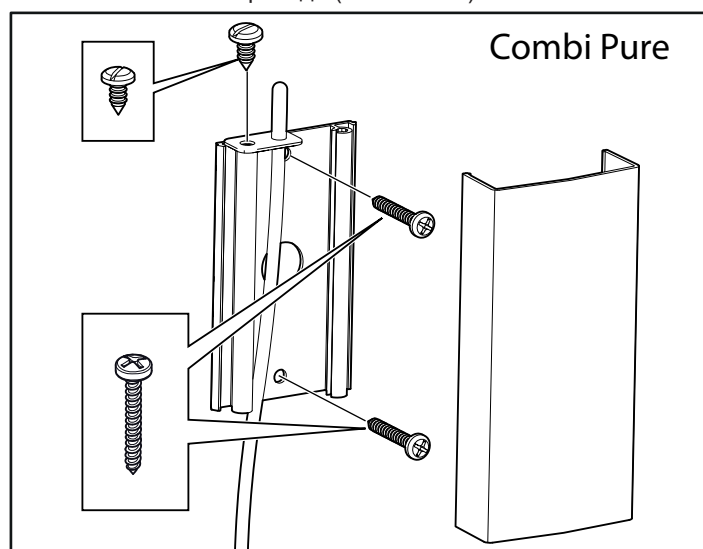

Рисунок 14: Установка датчика - Combi Pure
12. Установите датчик на стене (см. Рис. 14 и 15). Провод термистора также можно провести через стену (см. Рис. 16А и 16В). Герметично заделайте любые отверстия в стене за датчиком. Провод термистора может быть удлинен и выведен за пределы сауны посредством низковольтного провода (2-жильного).